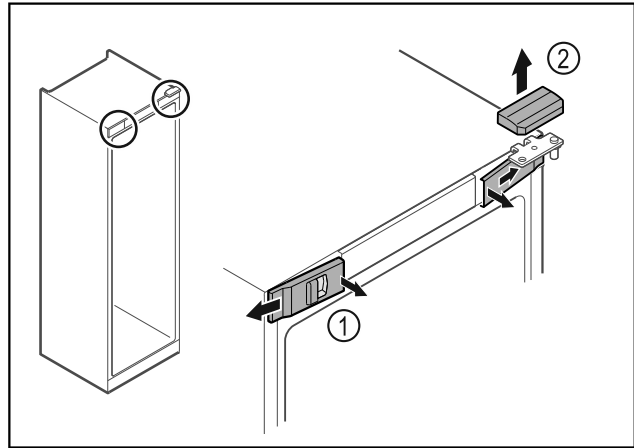

Fig. 14
- ▶ Ξεκουμπώστε εσωτερικά τα μπροστινά καλύμματα Fig. 14 (1) και αφαιρέστε τα προς το πλάι.
- ▶ Αφαιρέστε προς τα επάνω το επάνω κάλυμμα Fig. 14 (2).